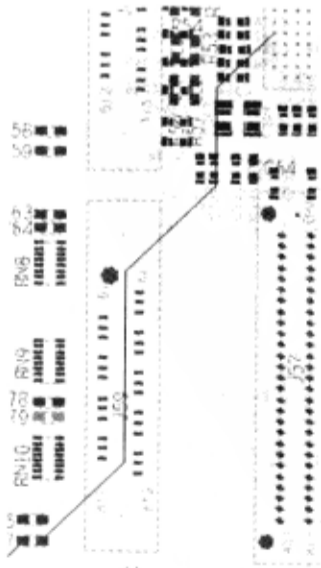

图 4-2-17 调整布线 (2)
(3) 调整 U7 与 R97 之间的布线，调整后如图 4-2-17 所示。